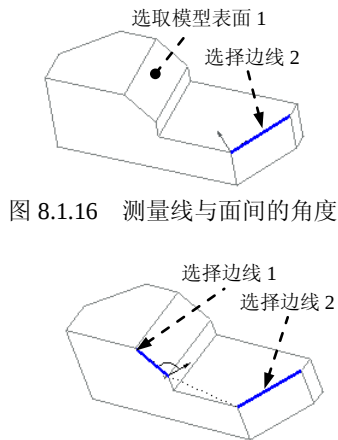

图 8.1.16 测量线与面间的角度
- (1) 选取图 8.1.16 所示的模型表面 1。
- (2) 选取图 8.1.16 所示的边线 2。